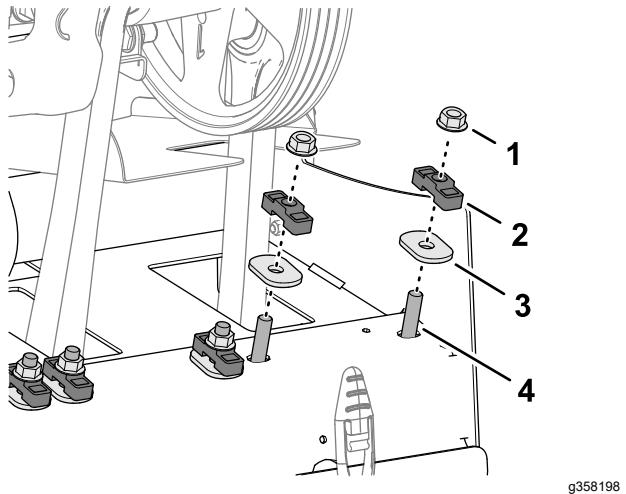

Figure 132
1. Retirez les 2 contre-écrous à embase qui fixent l'arbre d'amortisseur Roto-Link au cadre arrière de la machine (Figure 132).